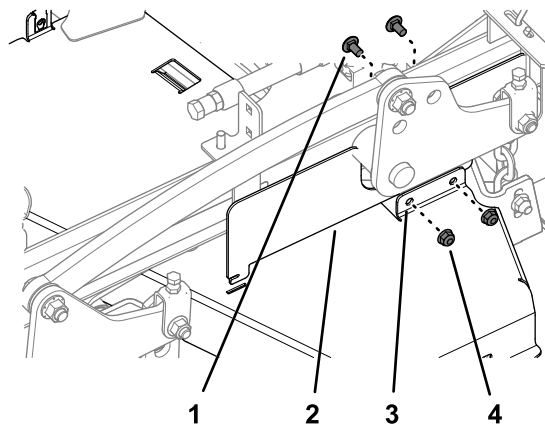

Figure 7
3. Retirez les 2 boulons de carrosserie et les 2 contre-écrous qui fixent le couvercle CE gauche au protège-courroie gauche (Figure 7).